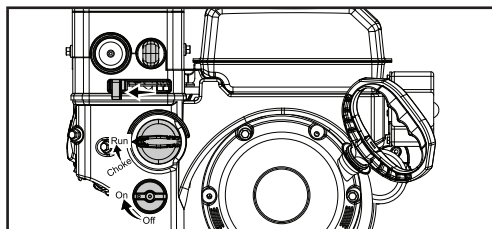

Figure 12B
- b. Pour démarrer un moteur chaud, laissez le levier de l'étrangleur sur la position Run (marche) (figure 12B).
4. Mettez le levier de l'accélérateur à pleine vitesse pour démarrer le moteur (figure 12B).
5. Utilisez la commande d'amorçage, selon la température de la machine (figure 12B) :
8. Une fois que le moteur tourne, réglez l'étrangleur sur la position RUN (marche) (figure 12B).